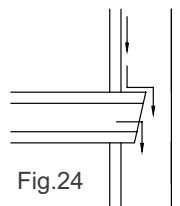

Fig.24
- 3: collegare il tubo orizzontale, come mostrato nella Fig. 24.